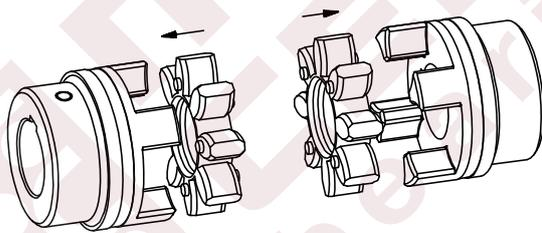

Рис. 9: Монтаж зубчатых венцов
- Вставьте зубчатые венцы в зону кулачков ступиц (см. рис. 9).